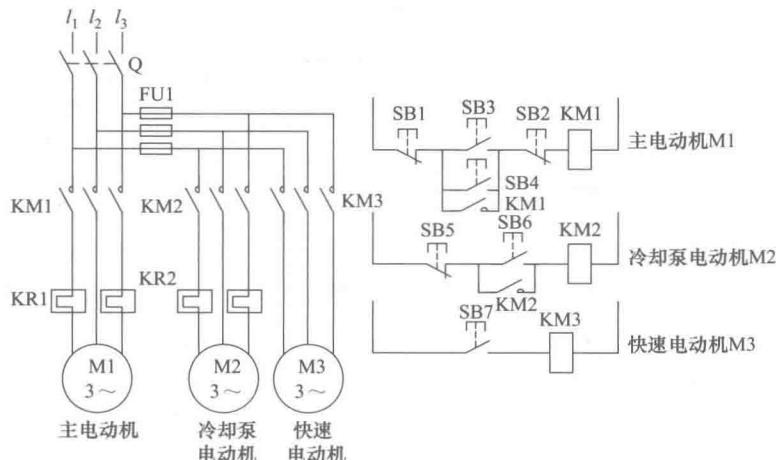

图 1-2 CW6163 型卧式车床控制回路原理图
(1) 整机电路图 电气原理图表示电气控制线路的工作原理以及各电器元件的作用和相互关系。而不考虑各电路元件实际安装的位置和实际连线情况。一般遵循下面的规则：
① 电气控制线路分主电路和控制电路。主电路用粗线绘出，而控制线路用细线画。一般主电路画在左侧，控制电路画在右侧。
② 电气控制线路中，同一电器的各导电部件如线圈和触点常常不画在一起，但用同一文字标明。
③ 电气控制线路的全部触点都按“平常”状态绘出。“平常”状态对接触器、继电器等是指线圈未通电时的触点状态；对按钮、行程开关是指没有受到外力时的触点位置；对主令控制器则指手柄置于“零位”时各触点位置。图 1-2 所示为 CW6163 型卧式车床控制回路原理图。
图 1-2 中由接触器 KM1、KM2、KM3 分别控制电动机 M1、M2 及 M3。机床的三相电源由电源引入开关 Q 引入，主电动机 M1 的过载保护，由热继电器 KR1 实现，它的短路保护可由机床的前一级配电箱中的熔断器执行。冷却泵电动机 M2 的过载保护，由热继电器 KR2 实现。快速移动电动机 M3，由于是短时工作，不设过载保护。电动机 M2、M3 共同设短路保护——熔断器 FU1。